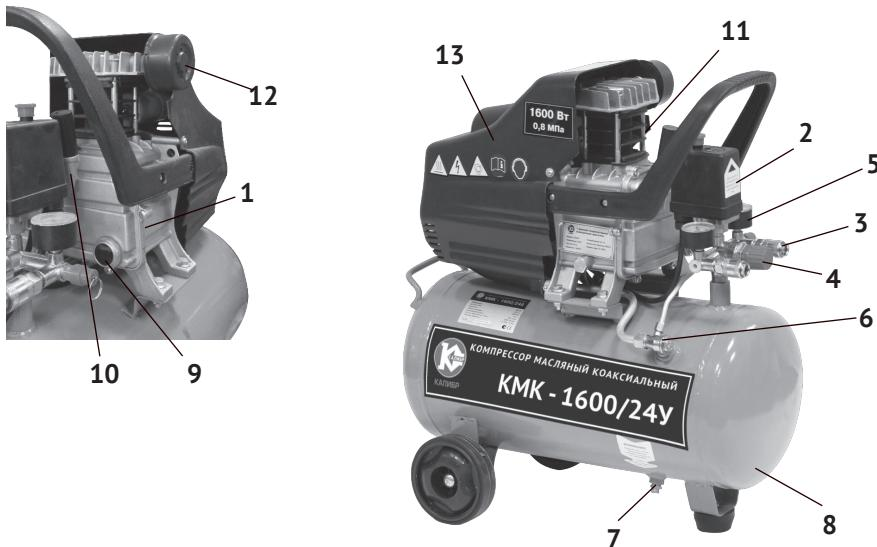
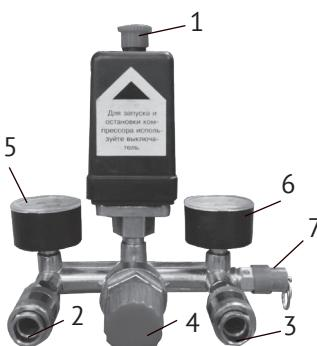

рис. 1
рис. 3
4.1 Общий вид компрессора схематично представлен на рис.1
4.2 Картер компрессорной группы (рис.1 поз.1) с двигателем закреплены на металлическом корпусе ресивера (рис.1 поз.8). Двигатель закрыт пластиковым кожухом (рис.1 поз.13). Вращение якоря двигателя преобразуется кривошипно-шатунным механизмом в возвратно-поступательное движение поршня. Сжатый воздух из выпускного клапана цилиндра подаётся в ресивер. При подключении к быстроразъёмным выходным штуцерам (рис.1 поз.3) коллектора пневмоинструмента, сжатый воздух подаётся к инструменту. Выходное давление в штуцерах регулируется редуктором и контролируется манометрами.
При подключении компрессора к сети питания, убедитесь что, выключатель реле давления (рис.3 поз.1) находится в позиции «Выкл», положение «Нажато». Запустите компрессор, переведя выключатель в позицию «Вкл», положение «Отжато». Для обеспечения хорошей работы компрессора при первом запуске рекомендуется оставить компрессор работающим в течение 5 - 8 минут с полностью открытыми выходными штуцерами (рис.3 поз.2,3) и редуктором (рис.3 поз.4), после чего откройте вентиль слива конденсата (рис.1 поз.7), находящийся снизу ресивера и слейте конденсат. После первых 5-ти часов работы компрессора проверьте крепление винтов головки цилиндра и кожуха двигателя (рис.1 поз.13).
При полностью открытом редукторе (рис.3 поз.4), в выходные штуцера (рис.3 поз.2 и 3) подаётся давление из ресивера. Оба манометра (рис.3 поз.5 и 6) показывают давление в ресивере. Выходное давление в штуцере (рис.3 поз.2) регулируется редуктором (рис.3 поз.4) и контролируется манометром (рис.3 поз.5).
Так же компрессор оснашён предохранительным клапаном (рис.3 поз.7) для ограничения максимального давления в ресивере.
7.3 По окончании работы полностью сбросьте давление, открыв выходные штуцера (рис.3 поз.2 и 3).